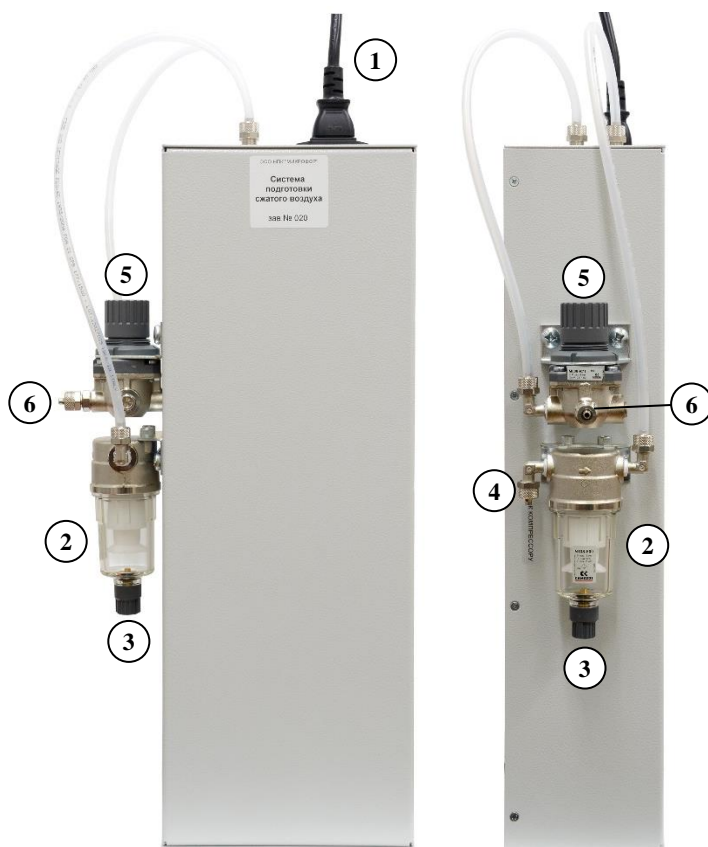

Рисунок 26 – Блок подготовки сжатого воздуха:
1.4. Блок подготовки сжатого воздуха (Рисунок 26) содержит конденсатоотводчик, систему осушки с холодной регенерацией, встроенный выходной фильтр и редуктор.
2.4. Трубка для подключения компрессора имеет на одной стороне быстроразъемное соединение для подключения компрессора. Подключите её концом без штуцера к входному штуцеру конденсатоотводчика блока подготовки сжатого воздуха (2 и 4 на Рисунок 26), используя гаечный ключ на 12.
2.5. Трубкой без разъемов подключите выход блока подготовки сжатого воздуха (6 на Рисунок 26) к штуцеру «ВХОД ГАЗА» генератора (см. Рисунок 2), используя гаечный ключ на 12.
2.7. Подключите шнур питания к блоку подготовки сжатого воздуха (1 на Рисунок 26) и к розетке, имеющей клеммы заземления.
3.5. При заполнении конденсатоотводчиков блока подготовки сжатого воздуха (2 на Рисунок 26) или компрессора (при наличии у него конденсатоотводчика) до уровня 50% требуется провести сброс конденсата из них следующим образом.
- 3) подставить под конденсатоотводчиком (2 на Рисунок 26) ёмкость;
- 4) повернуть вентиль сброса конденсата (3 на Рисунок 26) до упора;